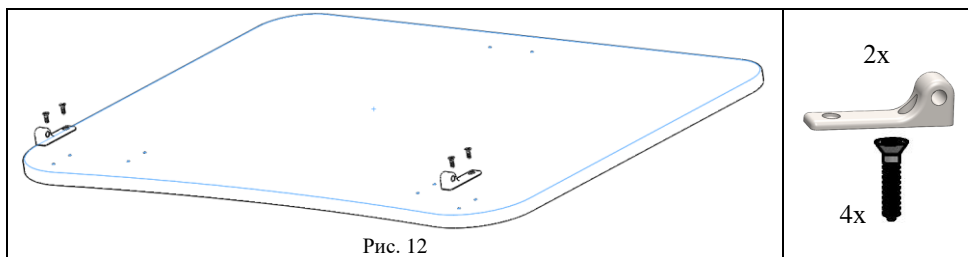

Рис. 12
5.5.1 На столешницу (поз. 5) прикрутить СУТ.41.191 шарнир подвижный (поз. 3, пакет № 143) при помощи саморезов с потайной головкой 4×12 (поз. 4, пакет № 143), см. рис. 12.